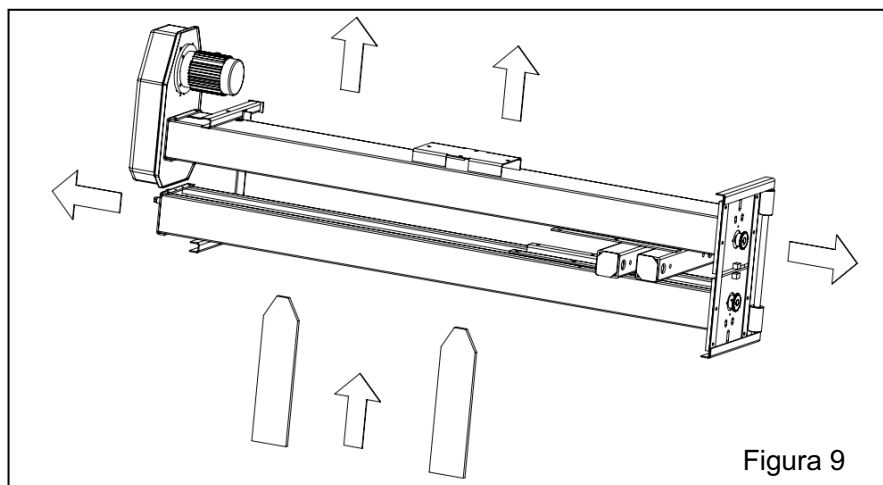

Figura 9
- 2) Posicione a base da polia no ponto de seleção de instalação e remova a caixa (figura 9)